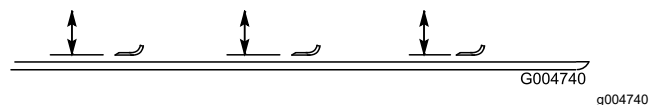

Figura 24
3. Ruotate la lama fino a quando le estremità non sono rivolte in avanti e indietro e misurate la distanza tra l'interno dell'apparato di taglio e il tagliente sulla parte anteriore della lama (Figura 24).